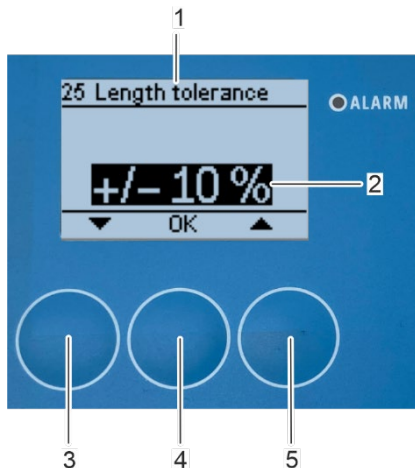

Figura 134: Ajuste de la tolerancia de longitud
⇒ Entonces aparecerá en pantalla el submenú «25 Tolerancia de longitud» (Figura 134/1).
3. Seleccione la tolerancia de longitud que desee (Figura 134/2) mediante los botones de flecha [arriba] (Figura 134/5) y [abajo] (Figura 134/3).
4. Confirme la selección pulsando [Aceptar] (Figura 134/4).